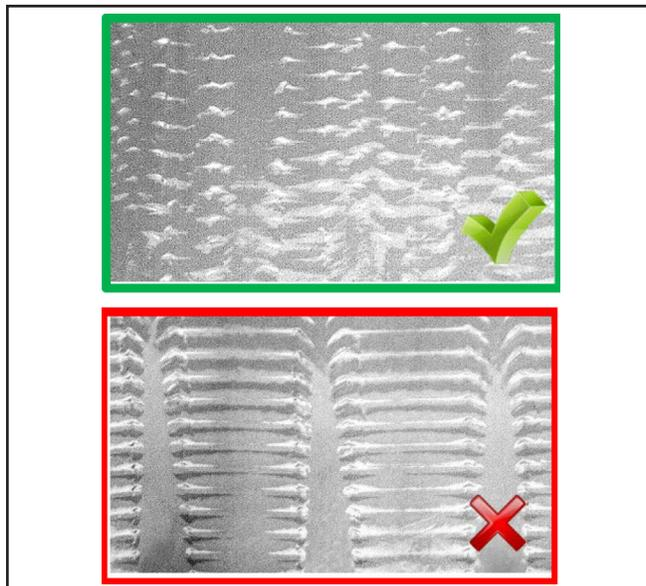

Figure 12 - Rainures à l'intérieur du tuyau
8. Insérer le raccord dans le montage jusqu'à l'épaulement et attendre une trentaine de secondes. Tirer légèrement sur le tuyau pour vérifier la solidité. Voir Figure 12.